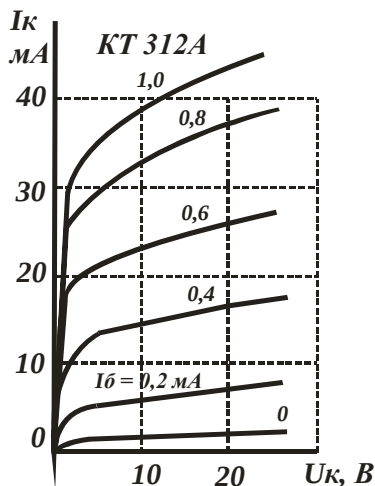

Рис. 4. 3
Используя семейство выходных характеристик транзистора КТ312А в схеме с общим эмиттером (рис. 4. 3), определить рабочую область, учитывая, что наибольшее напряжение на коллекторе $U_k = 20$ В.
4.24. Используя семейство выходных характеристик транзистора КТ312А в схеме с общим эмиттером (рис. 4. 3), определить значение тока коллектора I_k при напряжении на коллекторе $U_k = 15$ В для значений тока базы $I_b = 0,2; 0,4; 0,6; 0,8$ мА. Построить график зависимости $I_k = f(I_b)$.